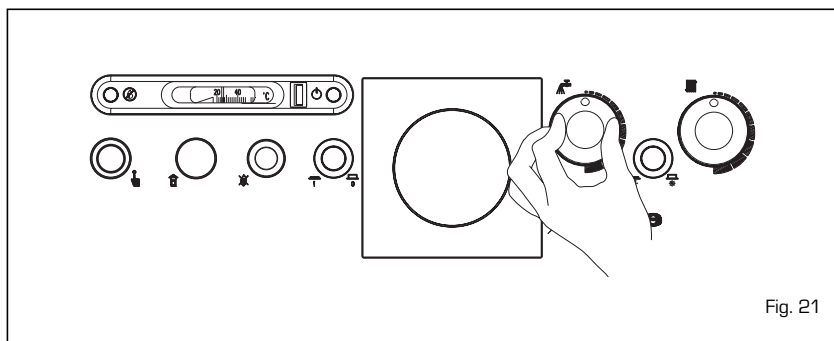

Fig. 21
### REGOLAZIONE TEMPERATURA (fig. 20 - fig. 21)
- La regolazione della temperatura acqua sanitaria si effettua agendo sulla manopola del termostato (fig. 21).